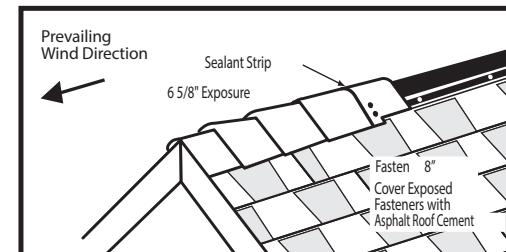

Figure 1
2. Apply ridge after hips have been applied, beginning on end of ridge opposite prevailing wind direction. See Fig. 1
2. Aplique las tejas de cumbreña después de que se hayan instalado las tejas de caballete, comenzando por el extremo de la cumbreña opuesto a la dirección del viento predominante. Ver la Fig. 1